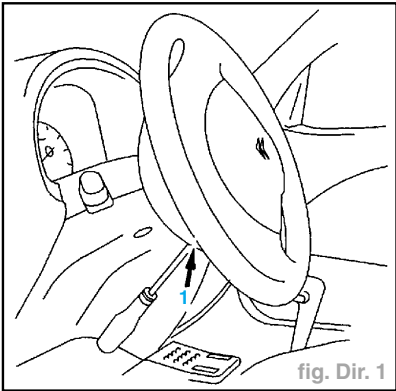

fig. Dir. 1
- Déposer les vis (1) de chaque côté (vis **TORX 20**) (fig. Dir. 1).